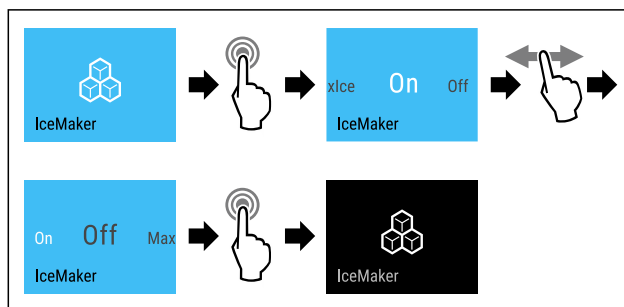

Fig. 20 Immagine a titolo di esempio con funzione attiva IceMaker
- Eseguire i passaggi (vedere Fig. 20).